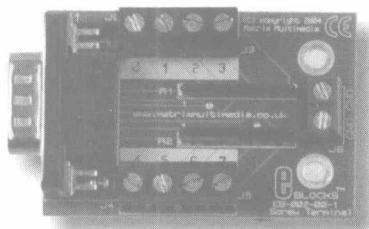

图 2.1-23 FlowCode 终端板
(22) FlowCode 终端板如图 2.1-23 所示。